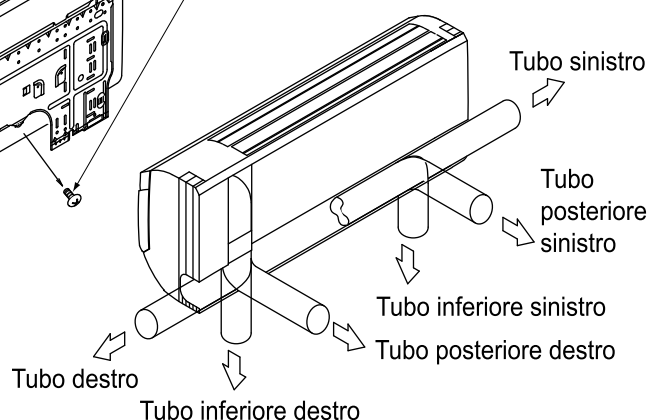
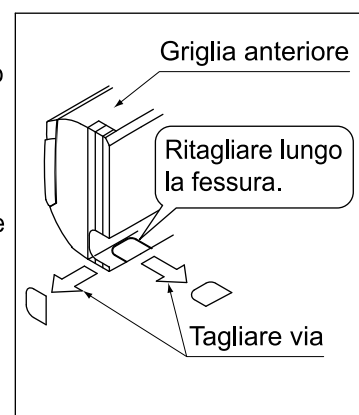

Fig. 4
Fig. 5
- (a) Verificare il punto adatto per praticare un foro per fissare il pannello d'installazione (1).
- (b) Fissare temporaneamente il pannello d'installazione (1) nella posizione di fissaggio temporanea servendosi del foro, quindi utilizzare una livella per verificare che il pannello sia in bolla o il suo lato con il tubo flessibile di scarico sia leggermente inclinato verso il basso.
- (c) Fissare il pannello d'installazione (1) alla parete mediante le viti di fissaggio per il pannello d'installazione (2) o dei bulloni.
- (2) Aprire il foro passante per le tubazioni.
- Il tubo del refrigerante e il tubo di scarico possono essere fatti passare in una delle 6 direzioni: a sinistra, in basso a sinistra, indietro a sinistra, a destra, in basso a destra e indietro a destra. **(Fare riferimento alla Fig. 4)**
- Facendo riferimento al segno punzonato sul pannello d'installazione (1), scegliere dove far passare all'esterno la tubazione e aprire un foro passante ($\phi 80$) nella parete. Aprire il foro in modo tale che vi sia un invito verso il basso per la tubazione di drenaggio. (Vedere "7. POSA IN OPERA DELLE TUBAZIONI DI DRENAGGIO").
- (3) Se si utilizzano le posizioni a sinistra, in basso a sinistra, a destra o in basso a destra per le tubazioni, praticare il relativo foro passante per la tubazione nella griglia anteriore usando un attrezzo quale una taglierina per cartone. (Fare riferimento alla Fig. 5)